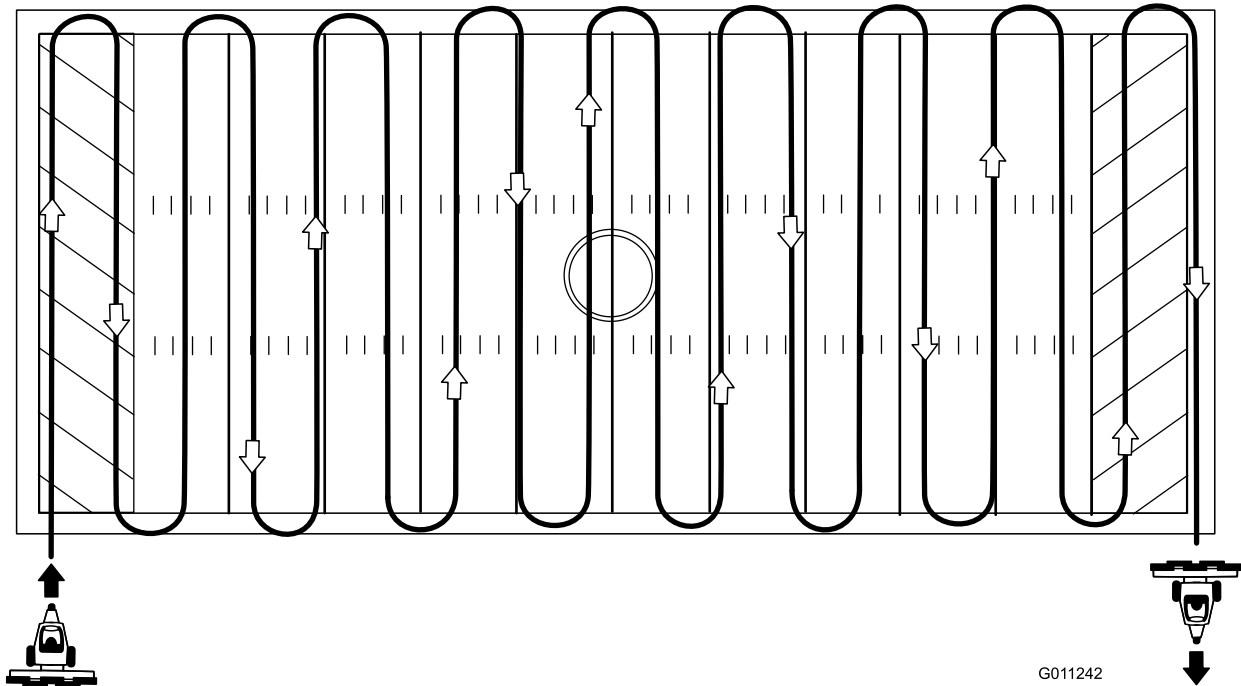

Bild 13
- Das empfohlene Muster für das Grooming von Sportplätzen wird in Bild 13 dargestellt.